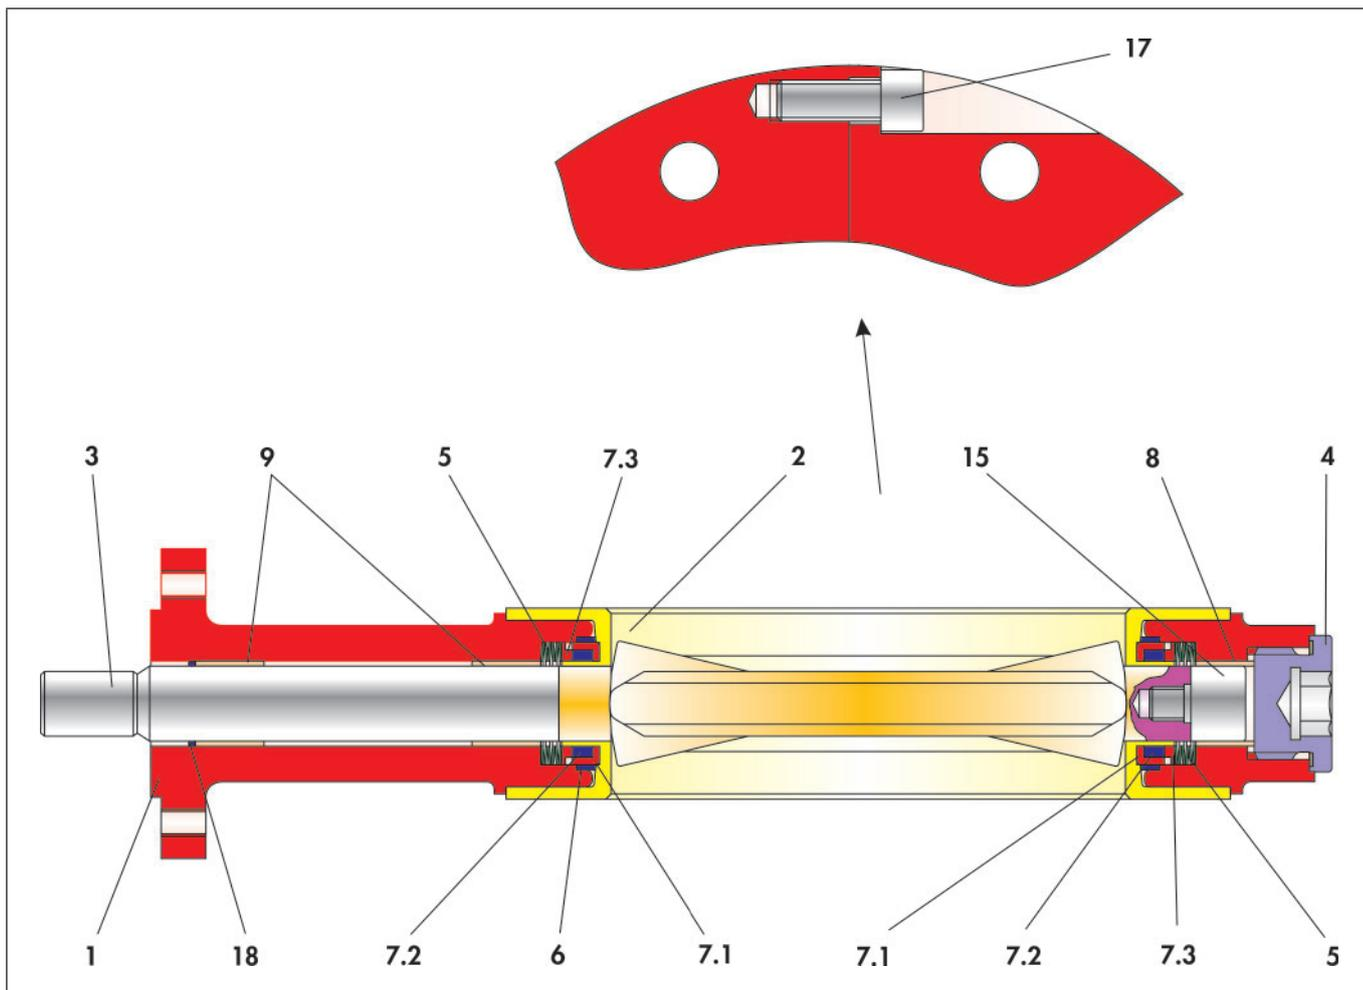

Figura 3-3: Desenho em corte da válvula borboleta BR 10e
- ⇒ Introduzir o casquilho (8) no furo do veio da metade inferior do corpo (1b).
- ⇒ Inserir o jogo de anilhas de mola (5), composto por 6 anilhas de mola, na respetiva posição da metade do corpo (1b). Consultar a disposição da anilhas de mola na figura 3-3.
- ⇒ Introduzir os casquilhos (9) no furo do veio da metade superior do corpo (1a).
- ⇒ Inserir o jogo de anilhas de mola (5), composto por 6 anilhas de mola, na respetiva posição da metade do corpo (1a). Consultar a disposição da anilhas de mola na figura 3-3.